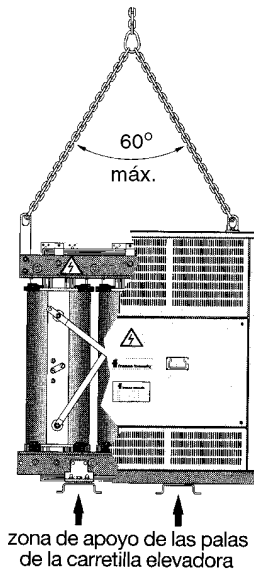

Figura 1.
- Elevación con eslingas (figura 1).
- Bien por elevación con eslingas (figura 1).